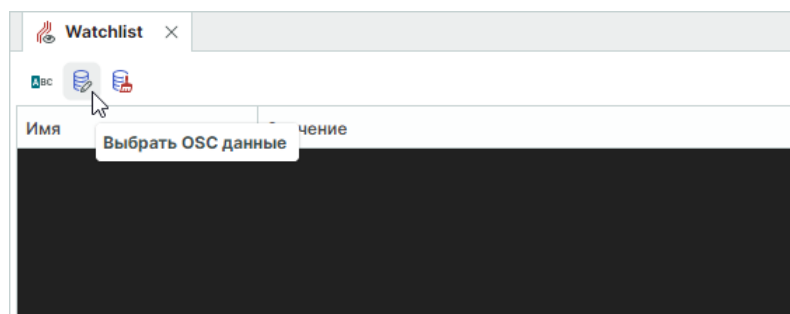

Рис. 52 Расположение кнопки «Выбрать OSC данные»
3. В окне списка наблюдений на панели инструментов нажмите  для выбора данных, см. Рис. 52.